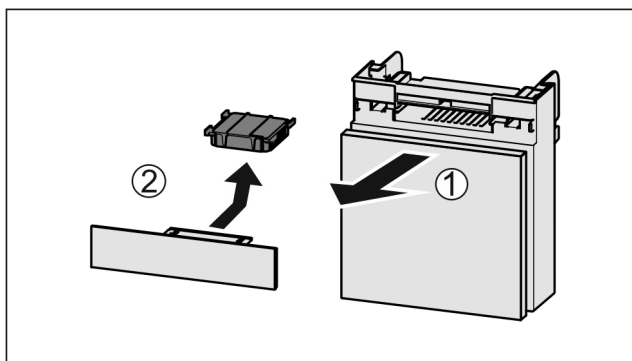

Fig. 122
- ▶ Вытянуть Fig. 122 (1) отделение движением вперед.
- ▶ Извлечение Fig. 122 (2) фильтра с активированным углем.